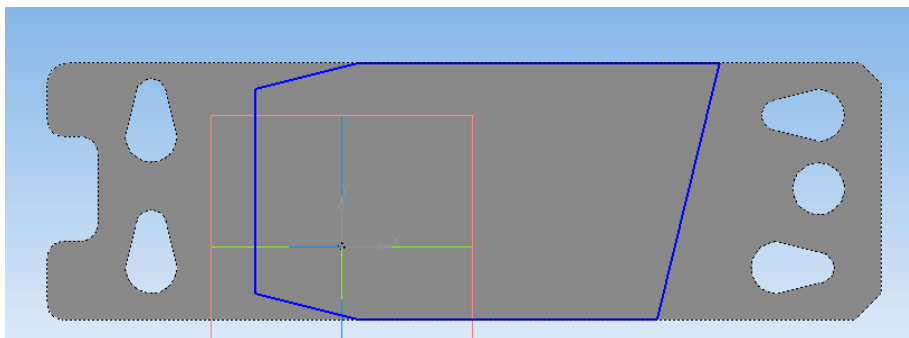

Рис. 4.17
54. Щелкните по верхней границе получившегося тела, снова включите режим редактирования эскиза. Нарисуйте многоугольник такой формы как основная линия на рис. 4.17.